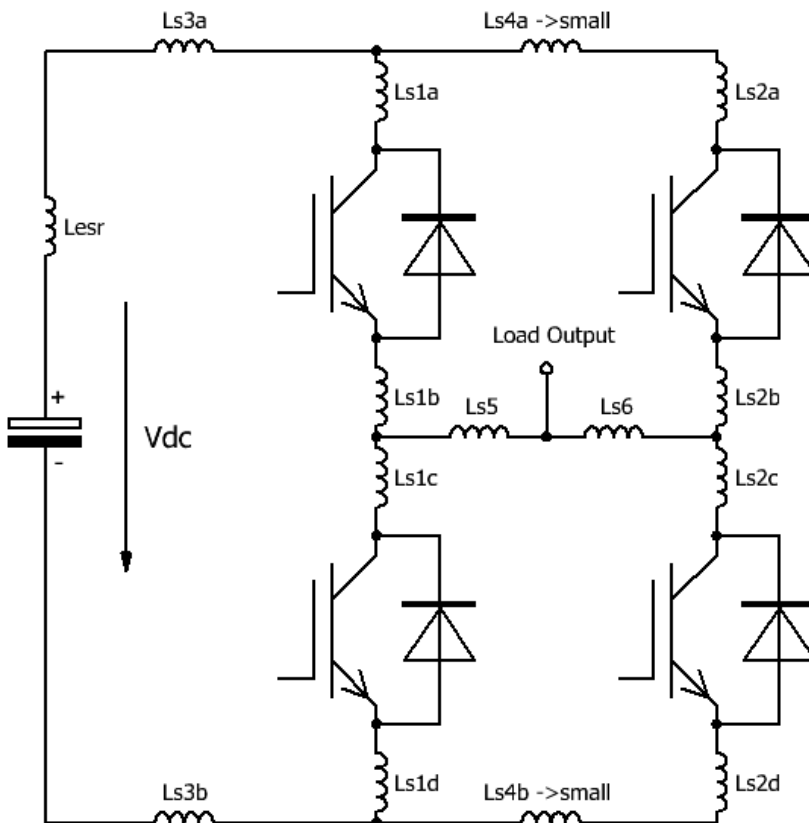

图17 存在杂散电感的半桥拓扑
- 涉及并联IGBT模块的变换器结构应尽可能对称，以确保对称运行。特别是，每个并联的IGBT模块的直流母线杂散电应当相似（图17中 $Ls1x \approx Ls2x$ ， $Ls5 \approx Ls6$ ）。